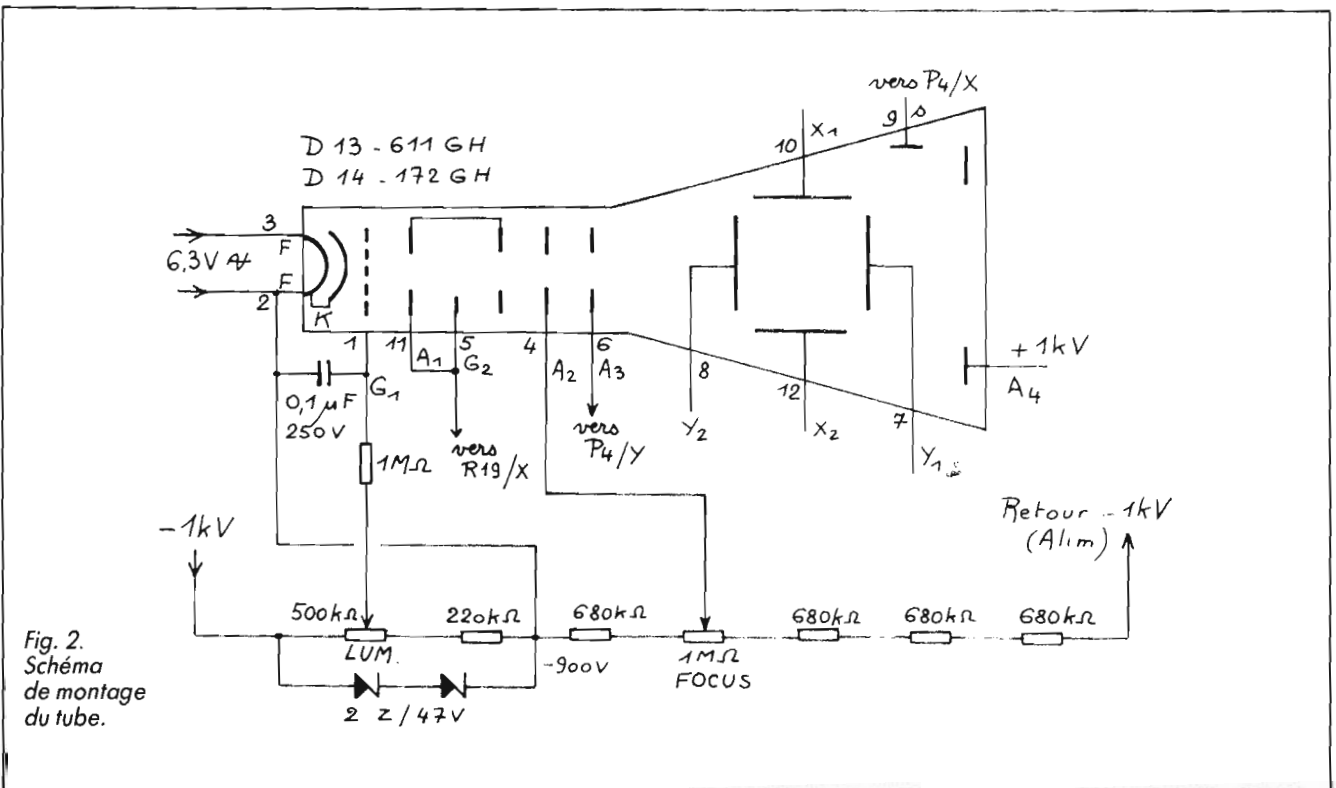
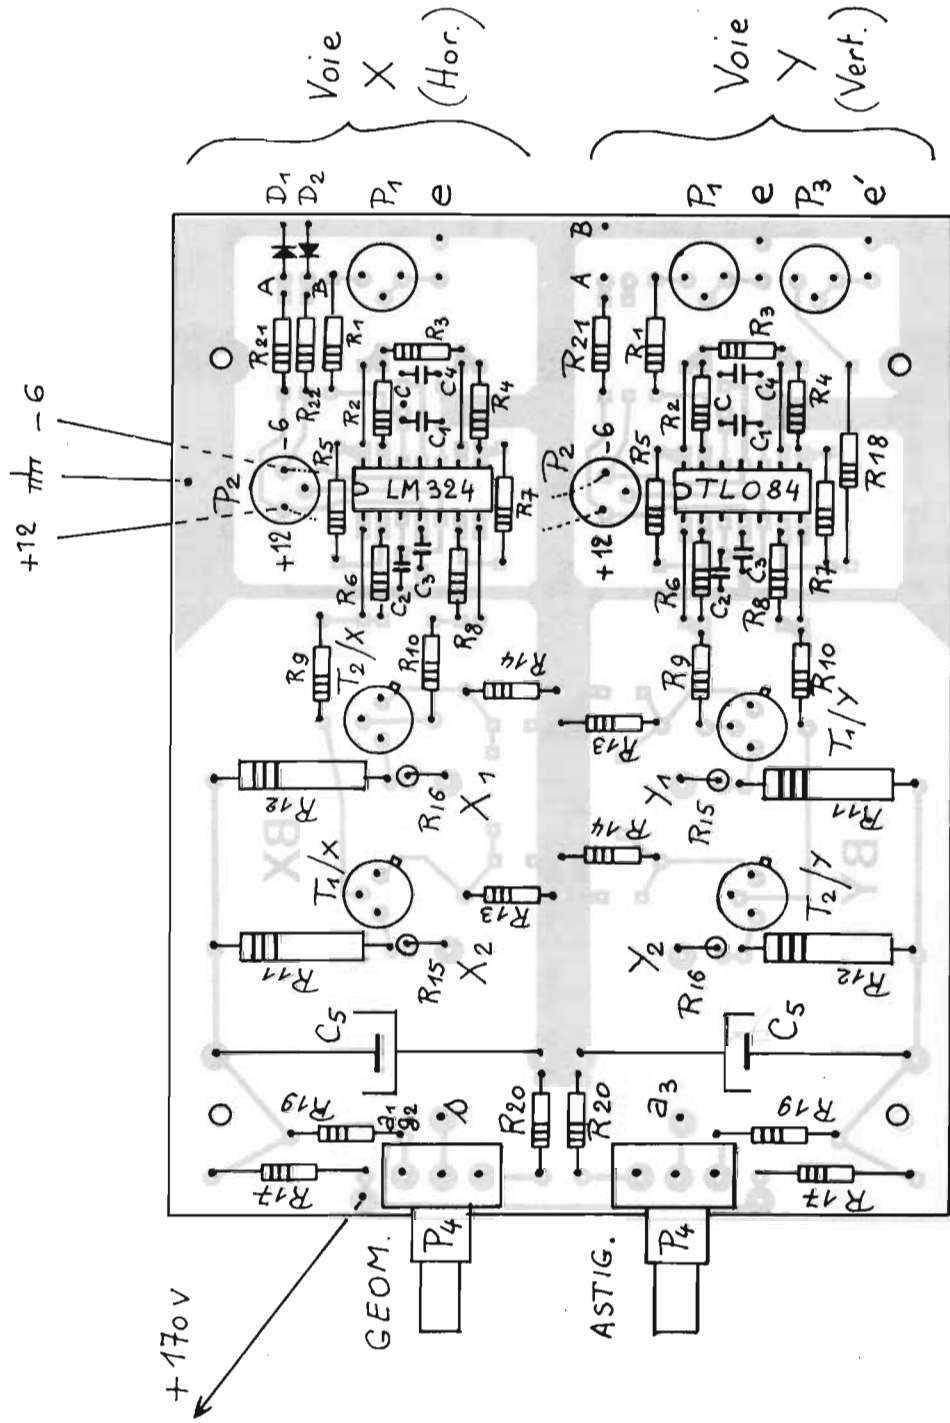
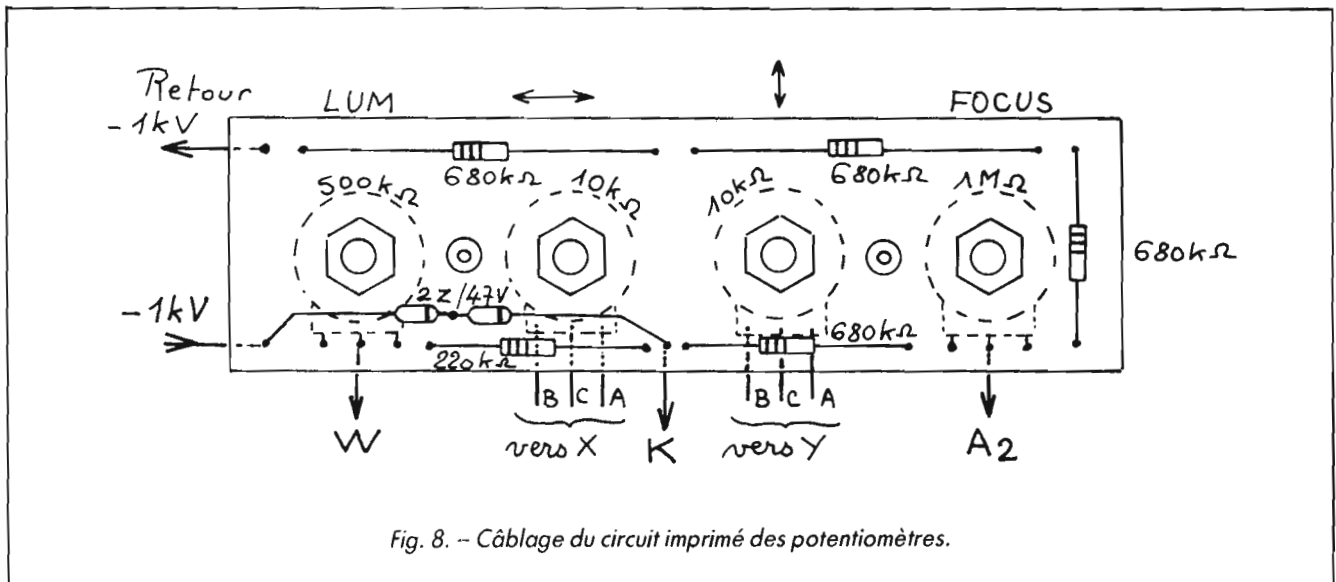

Fig. 2. Schéma de montage du tube.
Fig. 6. - Pose des composants du circuit imprimé balayages.
Fig. 8. - Câblage du circuit imprimé des potentiomètres.
1. Schéma de montage du tube cathodique (fig. 2)
Se reporter à la figure 6, qu'il suffit de suivre, avec report à la liste ci-dessus. Ayant utilisé ces documents pour une réalisation, nous ne pensons pas qu'il s'y soit glissé une erreur. Les transistors, avec leurs radiateurs, ne doivent pas dépasser une hauteur de 16 mm. Contrairement à ce que semble montrer la figure, les potentiomètres P₄ se soudent au verso de la platine, axes éventuellement raccourcis pour ne dépasser le fond arrière du boîtier que de quelques millimètres.
Il s'agit d'un petit circuit imprimé supportant les potentiomètres P₅ de cadrage X et Y et les potentiomètres LUM et FOCUS du tube. On y trouve aussi les résistances de la chaîne de ce tube (voir fig. 2). Le montage des composants sur P se fait selon la figure 8. Attention, les corps des potentiomètres sont côté cuivre, les composants et les axes, côté recto sans cuivre. Les potentiomètres LUM et FOCUS ont des axes plastiques pour des raisons évidentes d'isolement. Le CI P est fixé directement sur la face avant, par boulons de 2 x 15 et entretoises de 10 mm.
La liaison entre P₅/X, P₅/Y et la platine des balayages a été faite sur les protos, par minicâble plat trois fils. Ces fils repérés A, B et C, tant en figure 8 qu'en figure 6.
- Entrée Y, venant de la sortie du filtre vidéo. Elle relie donc K_{FV} (fig. 8 du numéro précédent) à EY de la platine des balayages.
Pendant que nous y sommes, terminons notre montage, par l'installation du relais de mise sous tension. Rappelons que le schéma de principe a été donné dans le n° 1746, figure 6. Les photos publiées dans cet article vous montrent clairement comment nous avons résolu le problème. Tous les éléments de la figure 6 sont installés sur le panneau arrière du boîtier Retex. Des perçages sont faits pour le connecteur deux fils d'arrivée du 12 V et pour le porte-fusible. Par contre, le relais est maintenu par de l'adhésif double face. En même temps, une barrette prise dans de l'époxy simple face est maintenue par un boulon du connecteur. Son extrémité est alors directement soudée au picot retour de la bobine du relais. Deux coupures du cuivre déterminent trois zones permettant de souder la diode 1N4002 et les deux fils partant vers le tumbler de face avant. Les liaisons du 12 V se font en gros fil souple, le + soudé sur la traversée + BATT et le - sur - BATT du convertisseur. Notons qu'un fil, peu visible sur les photos, relie le - du connecteur à la piste « masse » de la barrette époxy.